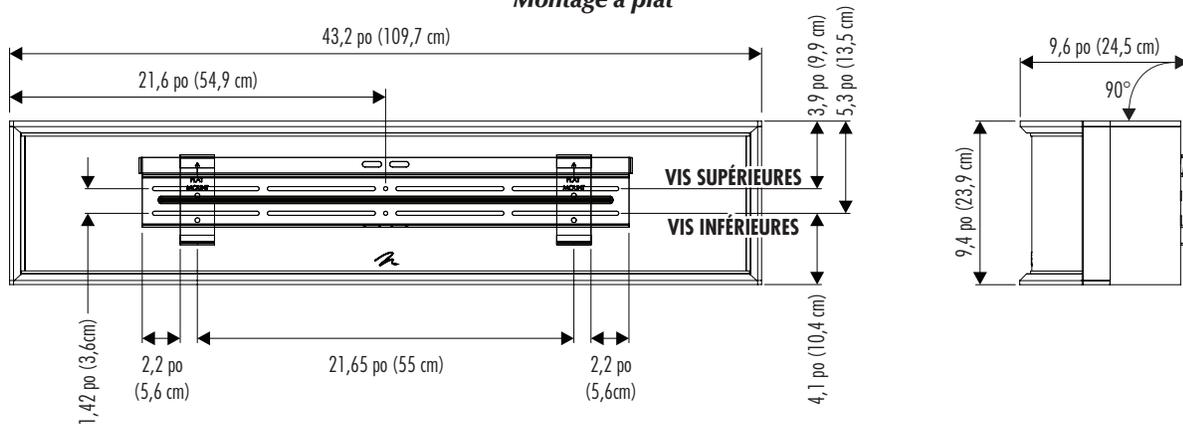

**Figure 3**
- 5 Examinez la figure 3 pour déterminer l'endroit où votre support mural doit être installé.
- 6 **Tracez une ligne à l'emplacement de la vis supérieure du support mural :** La figure 3 indique où la fente de la vis supérieure du support mural doit se trouver par rapport à l'installation finale de l'enceinte. À l'aide d'un crayon et d'un niveau, tracez une ligne d'une largeur d'environ 24 pouces.